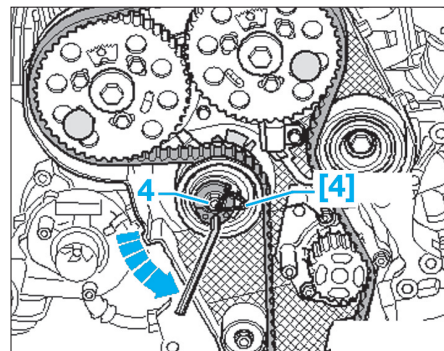

Fig. 23
- [4]. Outil de verrouillage du galet tendeur (ref. T10115) (Fig.23).
- Desserrer l'écrou (4) du galet tendeur (Fig.23).